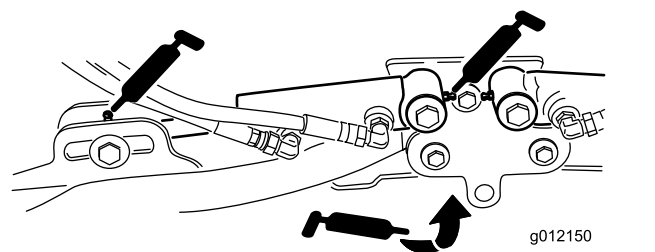

Figura 39
- Pivotes del brazo de elevación (1 en cada) (Figura 39)
- Cilindros del brazo de elevación de la unidad de corte (2 en cada) (Figura 39)